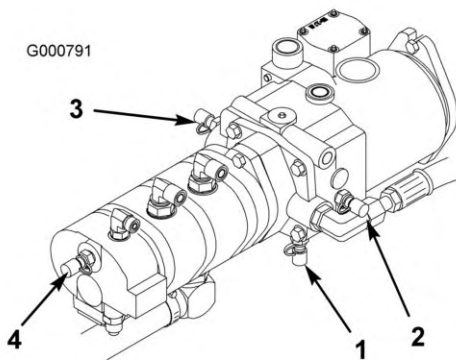

Bild 81
4. Testanschluss D befindet sich unten am Hydraulikgetriebe (Bild 81) und wird zum Messen des Getriebedrucks verwendet.
5. Testanschluss E wird zum Messen des Traktionvorwärtsdrucks verwendet (Bild 81).
6. Testanschluss F wird zum Messen des Traktionrückwärtsdrucks verwendet (Bild 81).
7. Testanschluss G wird zum Messen des Lenkdrucks verwendet (Bild 81).